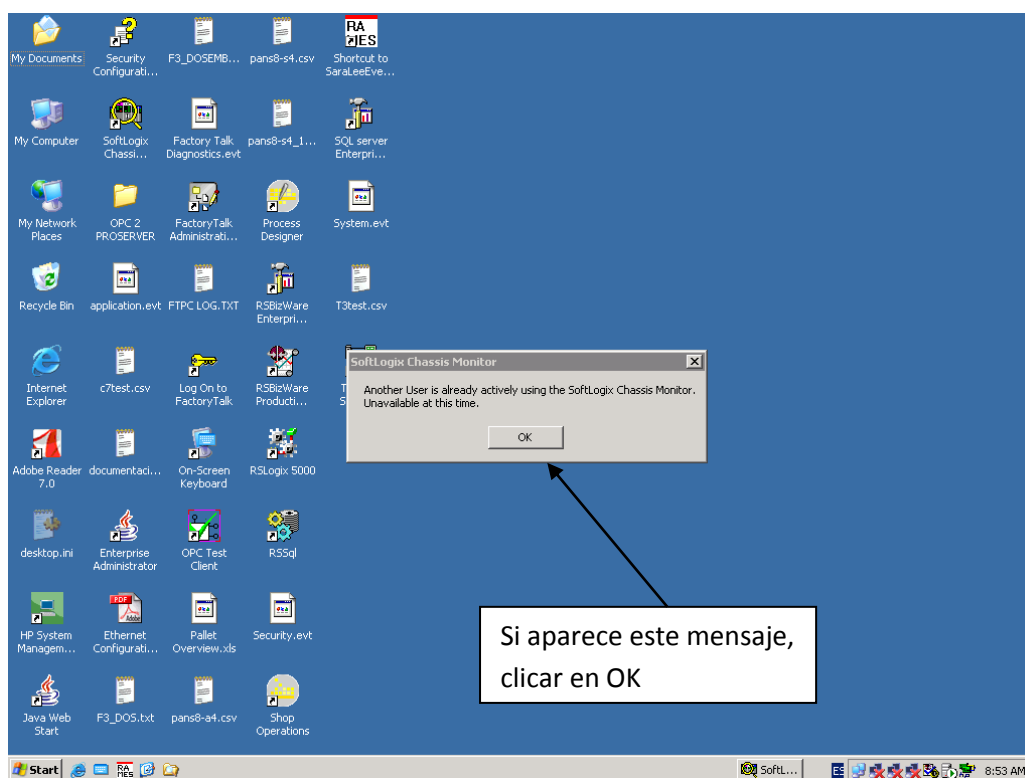

Imagen 37
4.- Conectaremos a un escritorio remoto con el siguiente aspecto (**Imagen 37**):